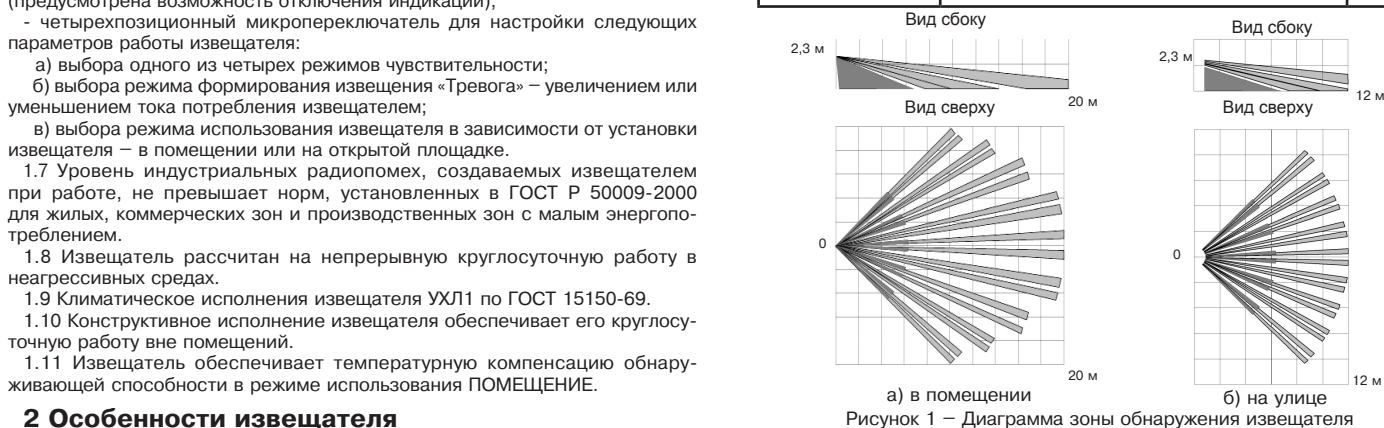

Рисунок 1 – Диаграмма зоны обнаружения извещателя
1.3 Извещатель формирует объемную зону обнаружения (рисунок 1).